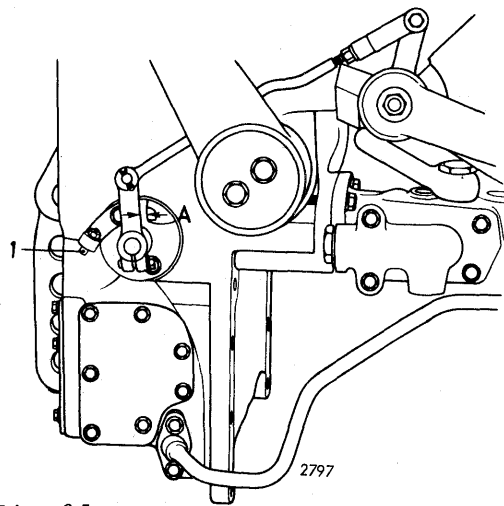

Fig. 35.
3. Når reguleringsgrebet står i nederste stilling, skal der være et spillerum på $1-3 \text{ mm}$ mellem arm og stop - se fig. 35. Spillerummet justeres ved drejning af lejehylsen.
5. Før reguleringsgrebet til øverste stilling og kontroller om løftearmene kan løftes yderligere 10 mm ($2,5^\circ$). Er spillerummet ikke korrekt, justeres det ved hjælp af justerskruen (1) fig. 35. Efter justering skal denne skrue plomberes.
ADVARSEL: Afprøv aldrig hydraulikken uden monteret dæksel, idet den indre arm har stop mod dækslet, hvis justerskruen (1) fig. 35 ikke er korrekt justeret.